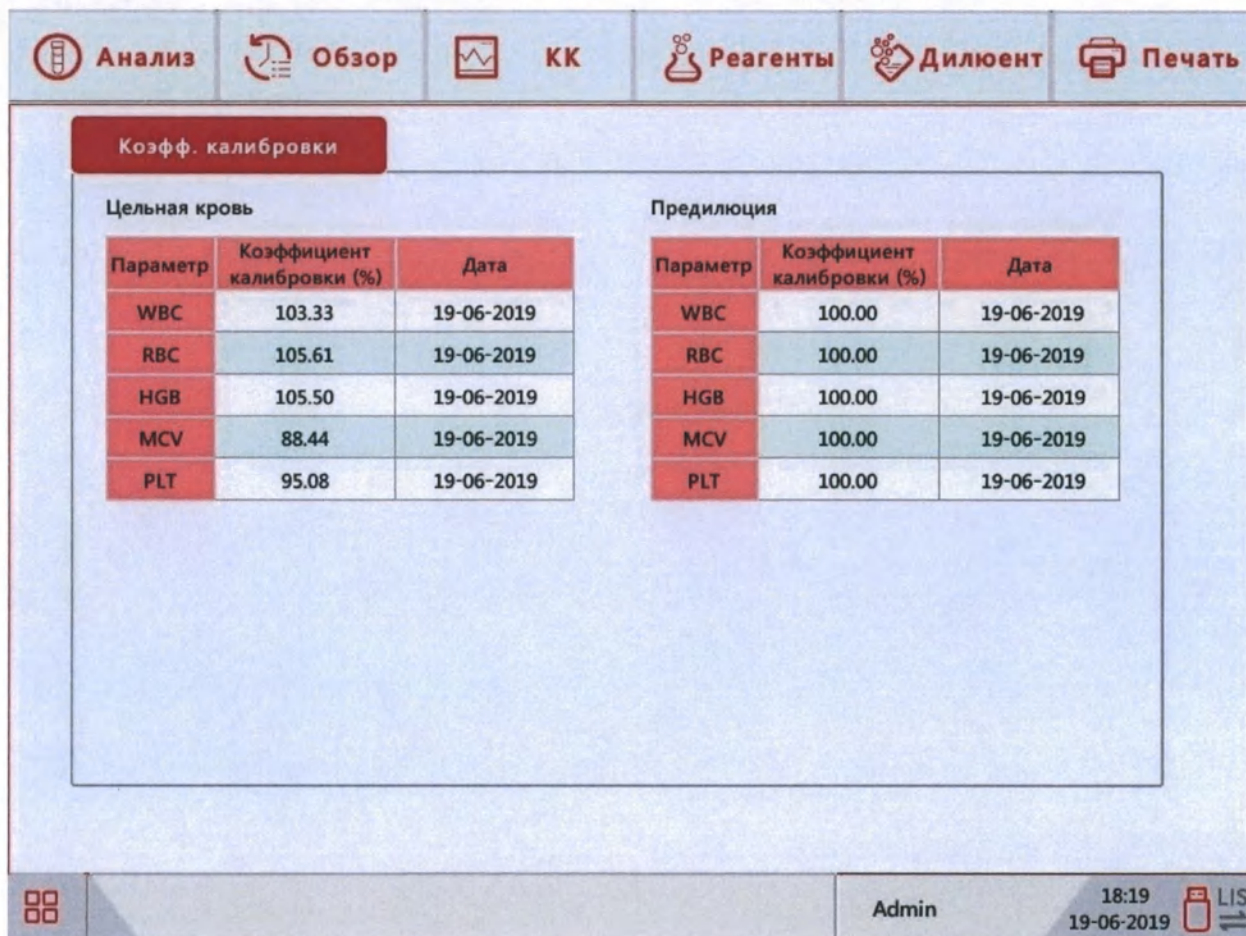

Рис.8.3-9 Экран ручной калибровки
- 1) Войдите в меню ручной калибровки (Рис.8.3-9), проверьте текущие калибровочные факторы и рассчитайте новые значения факторов, используя следующее уравнение:
- 2) Введите новые факторы калибровки в соответствующие ячейки таблицы **“Цельная кровь”** на экране ручной калибровки (Рис.8.3-9) справа от названий параметров, требующих калибровки.
- 4) Для выполнения ручной калибровки анализатора в режиме преддильюции сначала приготовьте разведённый образец калибратора (100 мкл калибратора в 5 мл изотонического реагента), пользуясь только поверенными дозаторами (либо встроенным в анализатор дозатором изотона), и выполните аналогичные действия, перечисленные выше в п.п.1-3, но предварительно переведя анализатор в режим измерения «Преддильюция» для измерения разведённого калибратора, и в п.2 также соответственно заполняя ячейки таблицы «Преддильюция» (Рис.8.3-9).